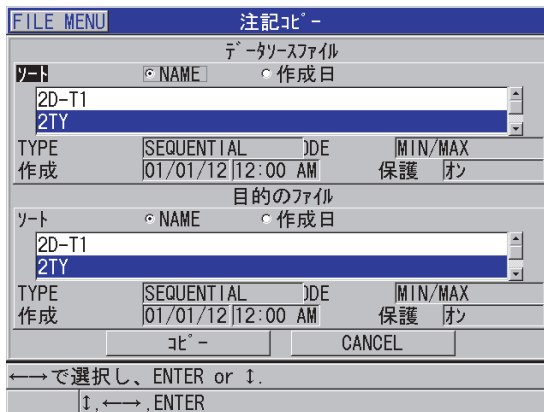

図 11-25 あるファイルから別のファイルへの注記テーブルのコピー
3. 注記コピー画面で、以下の操作を行います（208 ページの図 11-25 参照）。